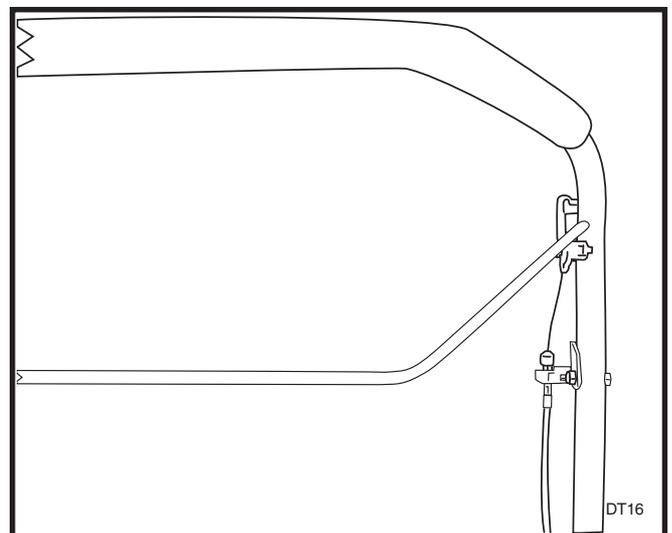

FIGURA 9
21. Fissare l'estremità superiore del cavo all'impugnatura e installare il cavo attraverso la stegola della frizione. Inserire la stegola nell'impugnatura. Vedere Figura 9.